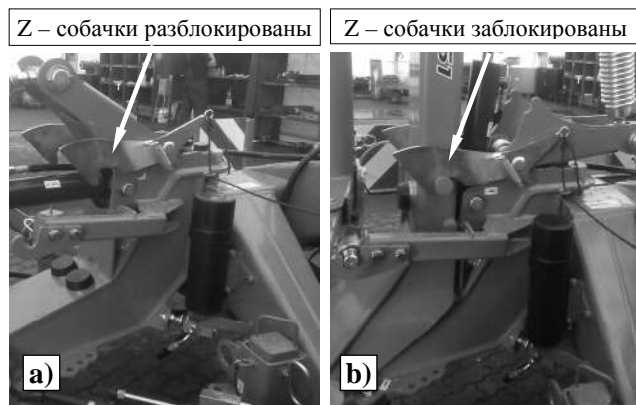

Рис. 13. Положения собачки
- гидравлическими транспортерами поднять режущую систему в вертикальное положение до закрытия собачки **Z** (Рис. 13)
- натянуть трос таким образом, чтобы разъединить собачку **Z** (Рис. 13) от защелки и запуская клапан внешней гидравлики трактора установить брус с режущим блоком при помощи гидродвигателя в горизонтальное положение,